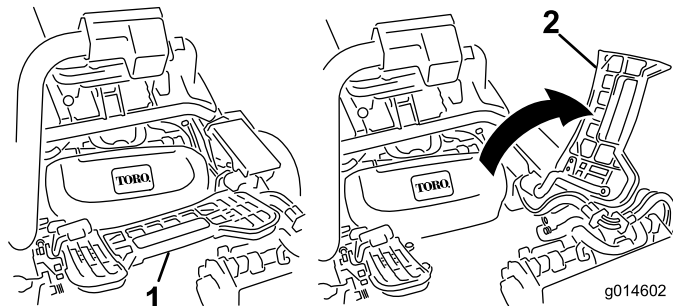

Figure 32
- Relevez le repose-pieds pour accéder à la position du plateau de coupe central (Figure 32).